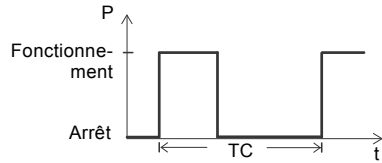

Fig. 9 Fonctionnement S3
Le fonctionnement S3 consiste en une série de cycles identiques (TC), chacun avec une charge constante pendant une période, suivie d'un temps de pause. L'équilibre thermique n'est pas atteint au cours du cycle. Voir fig. 9.